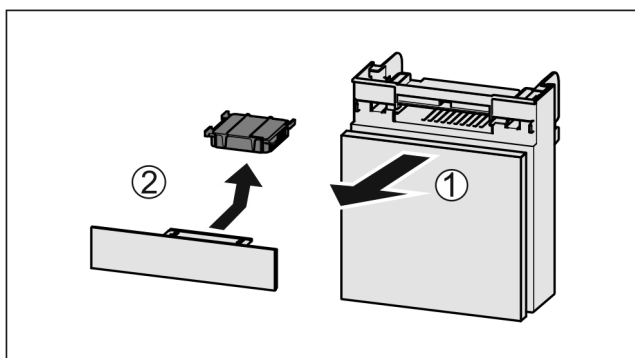

Fig. 61
- ▶ Zásuvku vytáhněte dopředu Fig. 61 (1).
- ▶ Filtr s aktivním uhlím vyjměte Fig. 61 (2).